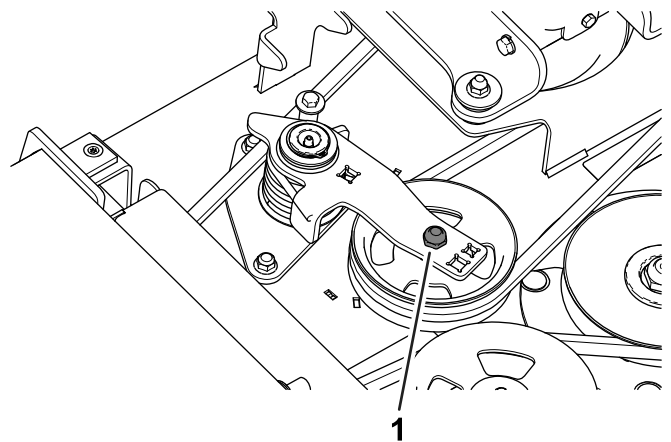

Bild 27
- Schieben Sie die Spannscheibe mit einem Drehmomentschlüssel oder einem ähnlichen Werkzeug (Bild 27) vom Treibriemen und lassen Sie den Riemen von der Getriebespannscheibe rutschen.